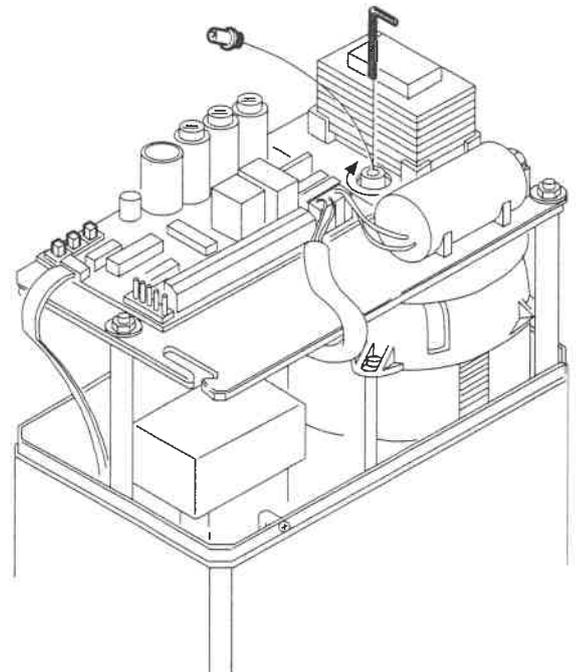

Fig. 13
- 1) Togliere e gettare il tappo di sfogo dell'aria posizionato sull'albero motore (Fig. 13).
- 2) Registrare la frizione agendo sull'apposita vite (Fig. 13).